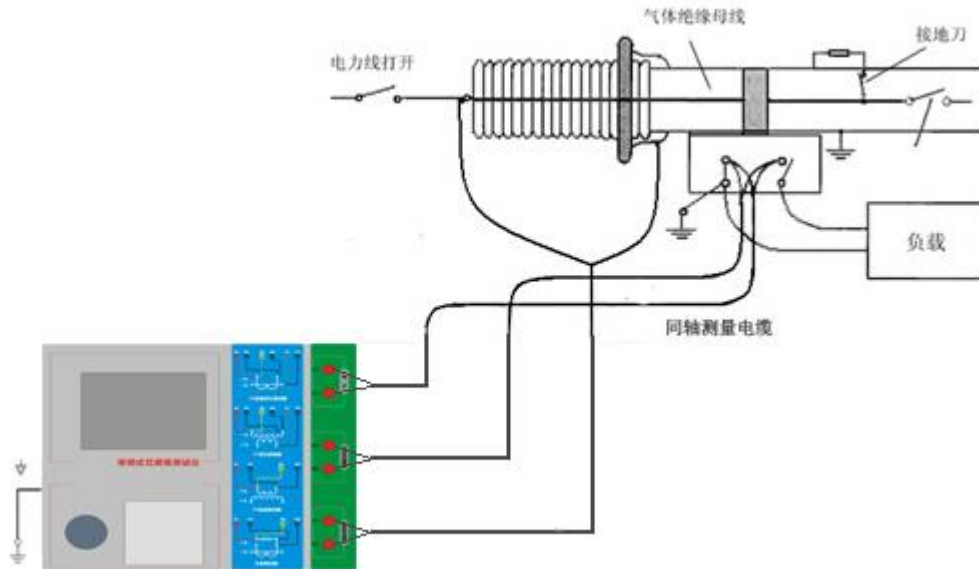

图 C. 4 测试仪对 GIS (SF6) 开关上的 CT 测试时的接线方式
4. 测试仪在对 GIS (SF6) 开关上的 CT 测试时的接线方式如图 C. 4 所示。